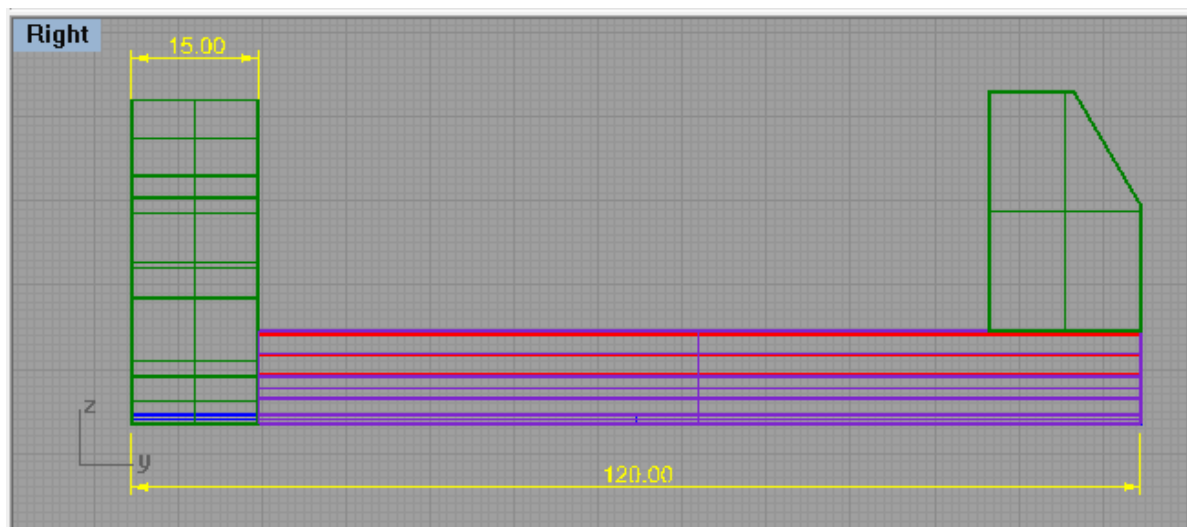

Figura 5.51
4.- Extraer todas las superficies, en el menú “Solid” opción “Extrude planar curve”, “Straight” como en la figura 5.51.